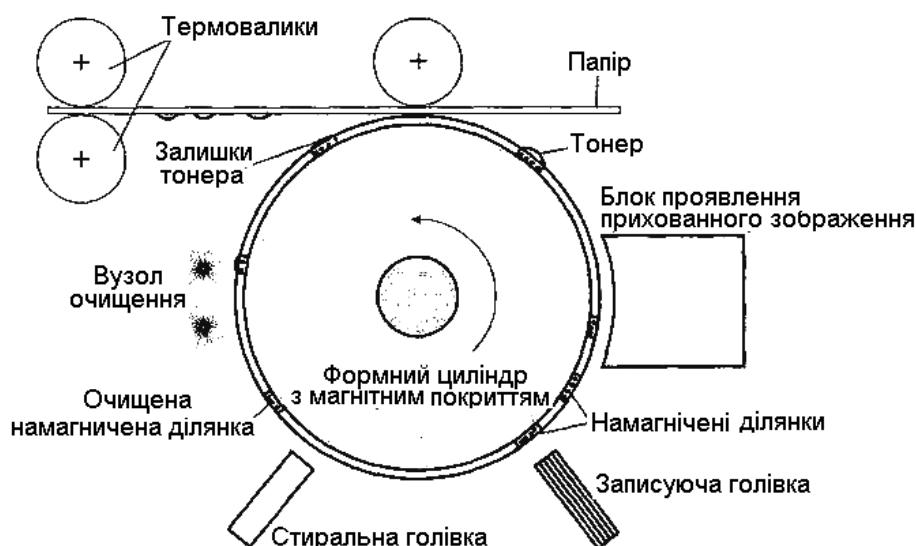

Рис. 8.4. Конструкція сучасного магнітографічного пристрою
**Магнітографія.** Магнітографія та феррографія як способи формування видимого зображення, з'явилися наприкінці п'ятдесятих років минулого століття. Ці технології застосовувалися для відтворення текстово-ілюстраційної інформації та отримання осцилографічних записів. Перші пристрої за конструкцією нагадували електронні кольороподілювачі-кольорокоректори. Із запровадженням комп'ютерної техніки, лазерних джерел світла і нових проявників, їхня будова зазнала суттєвих змін. На рис. 8.4. наведено конструкцію сучасного магнітографічного пристрою.